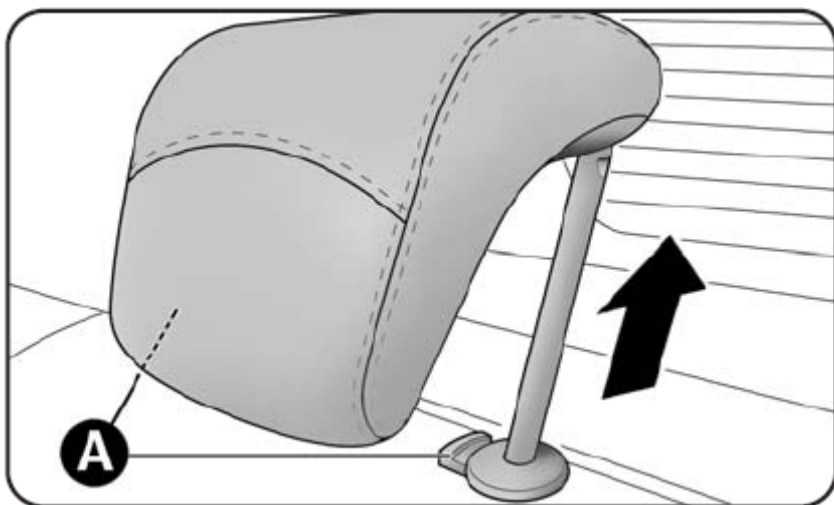

Рис. 64
- Поднять подголовники до максимальной высоты, нажать обе кнопки **A** – **рис. 64**, расположенные с двух сторон полки, затем извлечь подголовники потянув их вверх;